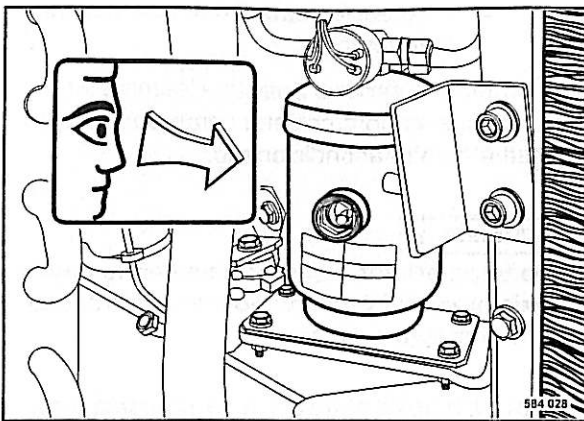

Fig. 106
- Comprobar la unidad secadora/colectora (Fig. 106) por daños mecánicos o corrosión.